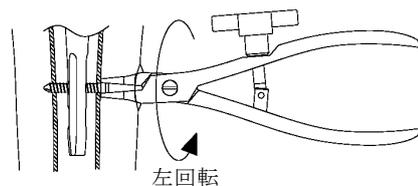

図1
- ドライバーにてスクリューが抜去できなくなった場合は、スクリュー抜去用プライヤーの締付ハンドルを開いてプライヤー先端部でスクリューヘッド部を把持し、締付ハンドルを確実に締付けた状態でプライヤー全体を左回転させスクリューを抜去します。（図1）